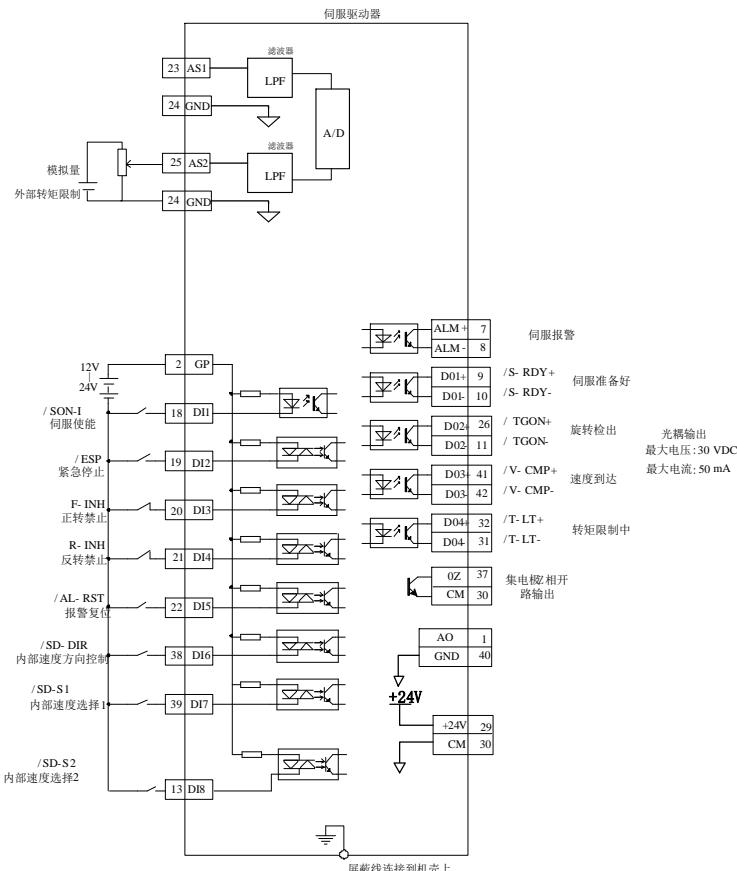

图 6.2.2 内部寄存器速度模式典型接线图
- ★ 参考图 6.2.2 或图 6.2.3 的配线说明，进行 DI/DO 信号的连线；